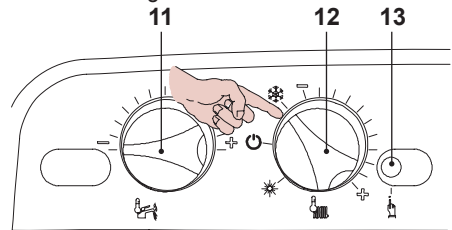
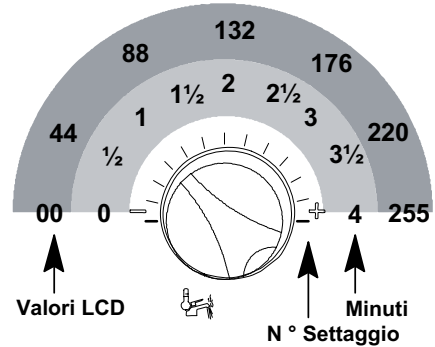

Fig. 5.47
Fig. 5.51
- Prima di alimentare elettricamente la caldaia posizionare le manopole 11 e 12 come indicato in Fig. 5.47.
- Per settare il tempo di postcircolazione della pompa bisogna entrare nella programmazione premendo per 15 secondi il pulsante di ripristino 13, in Fig. 5.47 fino alla comparsa del parametro **P01** sul display LCD; sul display LCD compare la seguente visualizzazione (la sequenza **P01** si alterna ---).
- Premere il pulsante di ripristino 13 in Fig. 5.47 per lo scorrimento dei vari parametri sino al raggiungimento del parametro **P11** valido per il settaggio postcircolazione della pompa; sul display LCD compare la seguente visualizzazione (la sequenza **P11** si alterna **44**).
Per cambiare il settaggio ruotare la manopola di regolazione temperatura sanitari 11 in Fig. 5.47 e posizionarla sul tempo prescelto Fig. 5.51.
Il passo del settaggio della manopola 11 Fig. 5.51 corrisponde a un valore letto sul display LCD di circa **44** (40 secondi) e questo valore può essere variato fino a circa **255** (4 minuti); nell'LCD la sequenza **P11** si alterna con **60**.